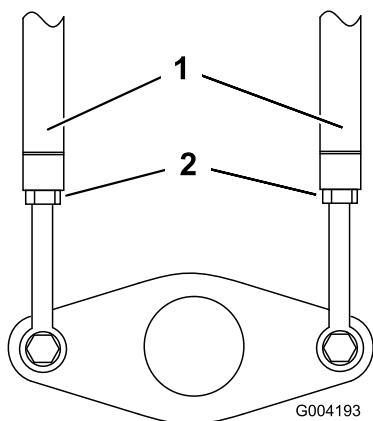

Figura 49
3. Afloje las contratueras de las varillas de tracción, debajo del panel de control (Figura 49).